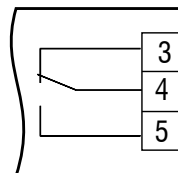

Abb. 5.4 Relaisausgang
- Verdrahten Sie die Ausgänge gemäß der Abb. 5.4...5.10